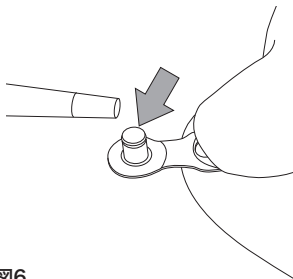

図6
- チェーン用の潤滑剤を使用し、C-リンク™ のピンに注油を行います (図6)。